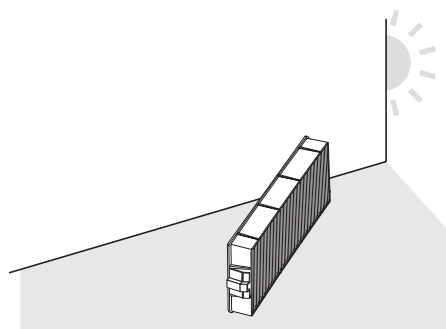

Fig. 2
- Estrarre l'unità filtro aria dalle linguette del proiettore premendo leggermente la manopola al centro del telaio sul lato del terminale di collegamento (lato posteriore) verso l'interno, come indicato dalla freccia, e rimuovere l'unità filtro aria. (Fig. 2)
2) Asciugare l'unità filtro aria. (Fig. 2)
- 3) Rimuovere l'unità lampada. (Fig. 2)**